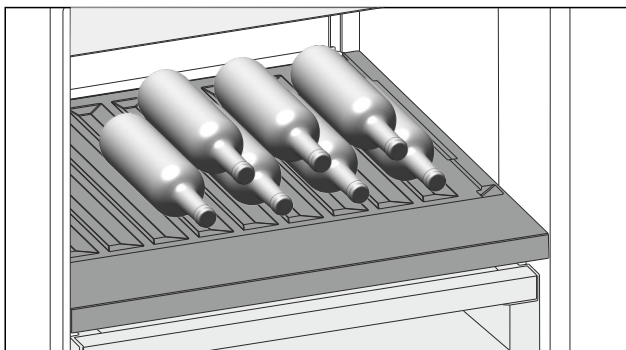

Fig. 162 Beispielhafte Darstellung
- ▶ Flaschen mit dem Boden nach hinten zur Rückwand einlegen. (siehe Fig. 162)